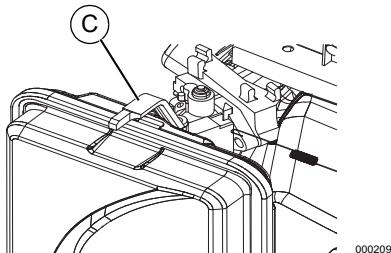

Figura 3-3. Posición de cebado
5. Mueva el cebador (C) a la izquierda hasta la posición Full CHOKE (CEBADO COMPLETO). Consulte la **Figura 3-3**.